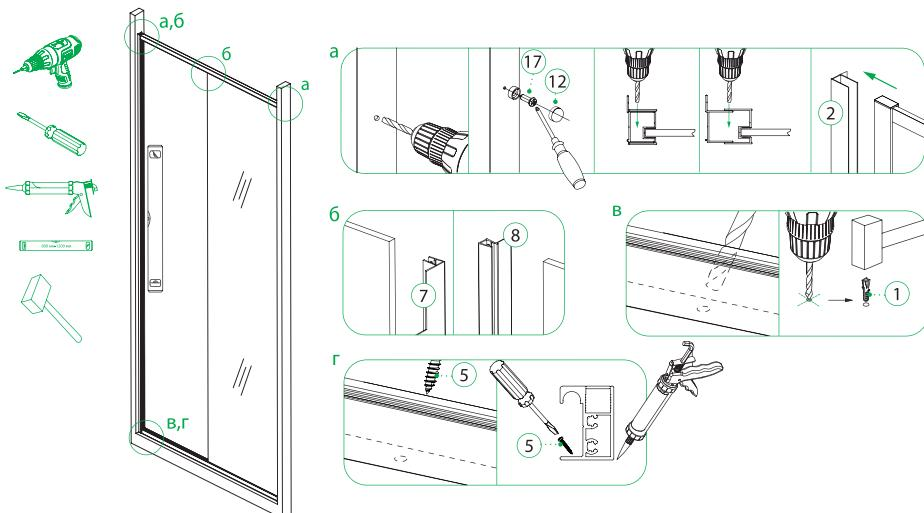

Рис. 10/10-сур.
4. С помощью шурупов закрепите собранную конструкцию в пристенные профили, предварительно выровняв ограждение с помощью уровня (рисунок 10-а). После сборки установите уплотнители PVC (7, 8) на стекло, как показано на рисунке 10-б. Определите место для отверстия в полу для крепления ограждения (разметка на внутренней части профиля), как показано на рисунке 10-в, предварительно выровняв ограждение с помощью уровня. Просверлите отверстия, вставьте дюбель (1) и зафиксируйте его с помощью шурупа (5), предварительно обработав нижнюю часть всего профиля санитарным силиконовым герметиком. При установке двери на поддон крепеж ограждения к поддону необязателен.